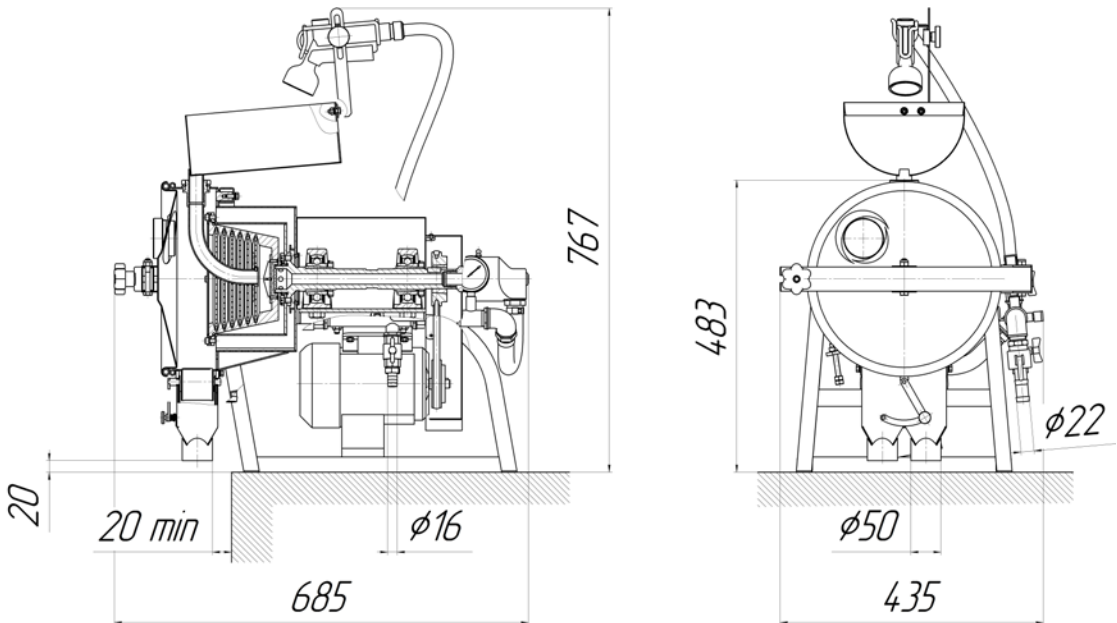

Рисунок 7. Габаритный чертёж
1.1.4.2 Конструкция концентратора и расположение его основных узлов и органов управления представлены соответственно на рис. 1-6. Схема монтажа концентратора представлена на рис. 7.
2.2.2.1 Установить концентратор на ровную горизонтальную поверхность стола (верстака, пандуса или иного) так, чтобы выводы делителя свисали с края стола. Габаритный чертеж концентратора представлен на рис.7.